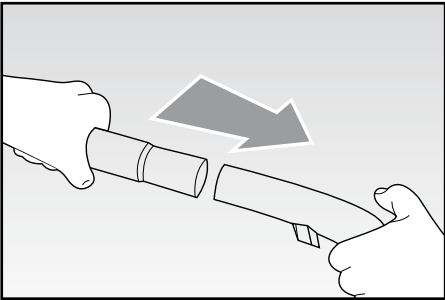

Fig. 4
- Inserire il tubo (N) sull'impugnatura (Fig. 4).